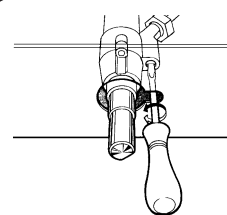

fig.10
- retire o botão e mova o parafuso de regulação situado à direita da torneira (fig. 10) até obter uma pequena chama regular, mediante uma chave de fenda (ao desatarraxar o parafuso, o mínimo aumenta; ao atarraxar, diminui).